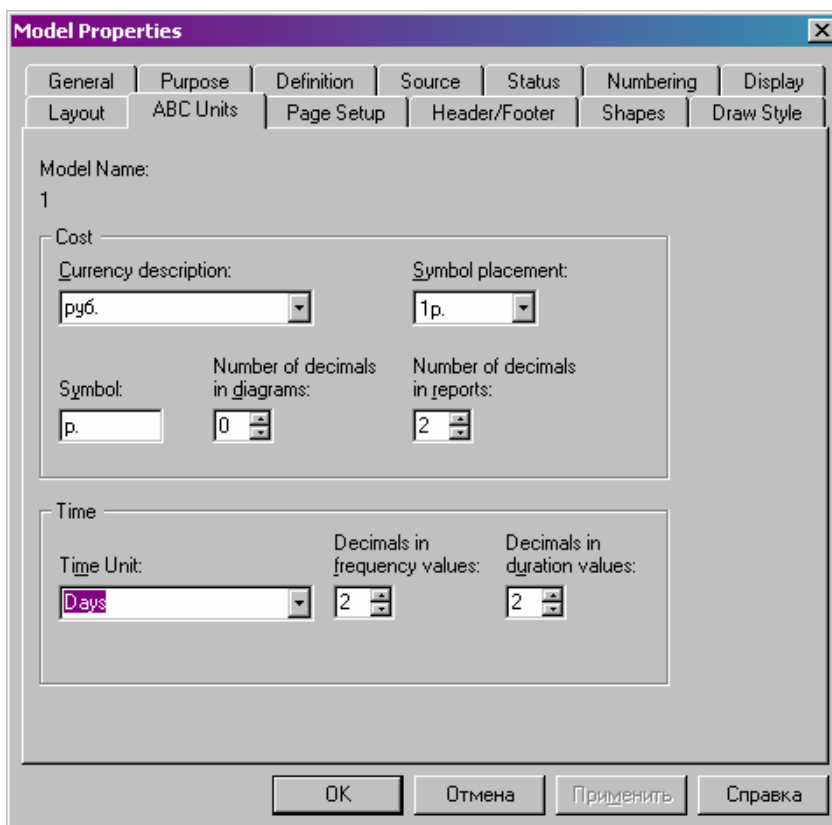

Рисунок 4- Вкладка ABC Units диалога Model Properties
2. В диалоге Model Properties (вызывается из меню Model/Model Properties) во вкладке ABC Units (рисунок 4) установите единицы измерения денег времени - рубли и дни.